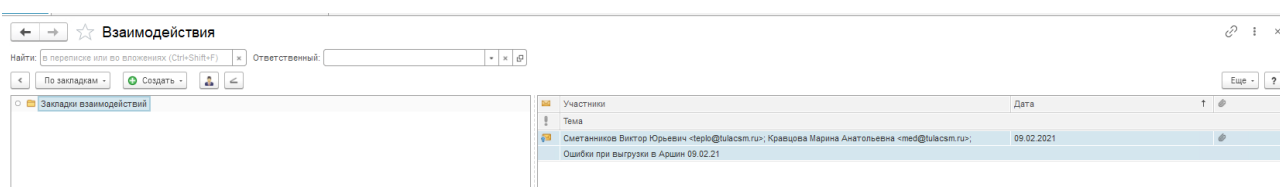

Рисунок 19
- **по закладкам** - панель навигации заполняется закладками пользователя. При позиционировании на закладке в списке будет отображаться те взаимодействия, которые соответствуют отбору, настроенному в закладке. Рекомендуется при использовании SMS email оповещениях, (рисунок 19);